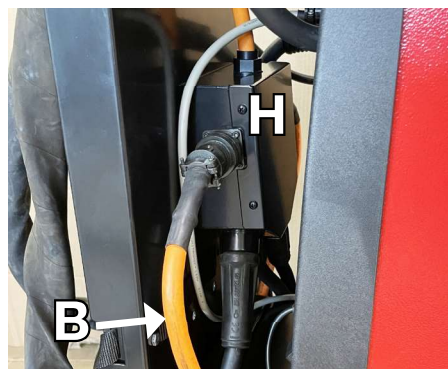

Fig. 34
Collegare il cavo segnale (B) del carrello trainafilo (F) allo sdoppiatore (H) come in fig. 34 ed il cavo del segnale (C) al generatore come in fig.35.
*Connect the signal cable (B) of the wire feeder (F) to the splitter (H) as in fig. 34 and the signal cable (C) to the power source as in fig.35.*
Conecte el cable de señal (B) del carro arrastrahilo (F) al divisor (H) como en la fig. 34 y el cable de señal (C) al generador como en la fig.35.